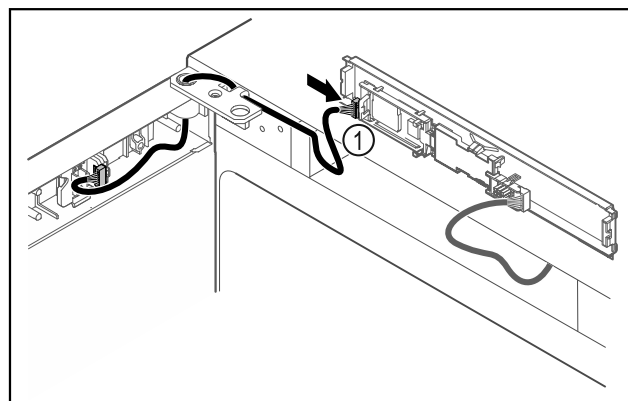

Fig. 49
- ▶ Включете щекера Fig. 49 (1) на платката.